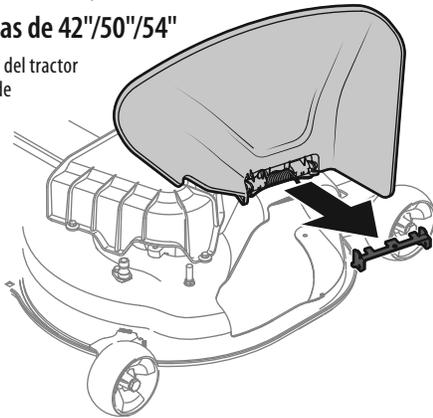

Figura 19
- Inspeccione la plataforma del tractor para ver si hay una traba de seguridad que pueda estar sujetando el deflector del canal hacia arriba para el envío. Si la traba está presente, se la debe extraer antes de hacer funcionar el tractor. Sosteniendo el deflector del canal totalmente hacia arriba, extraiga la traba de seguridad. Baje el deflector del canal y descarte la traba de seguridad. Consulte la Figura 19.